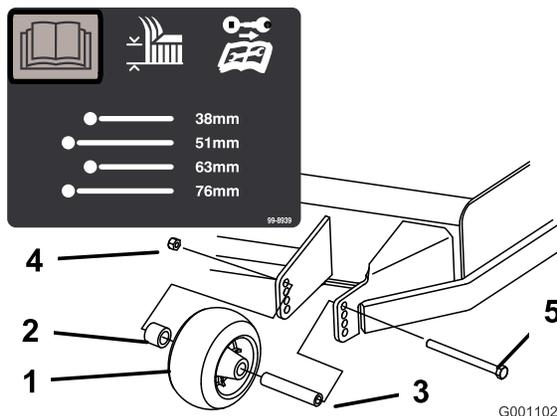
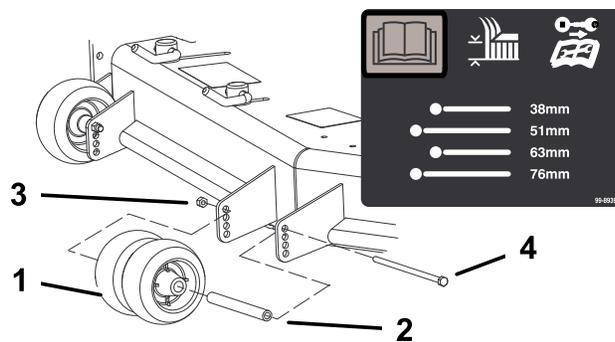
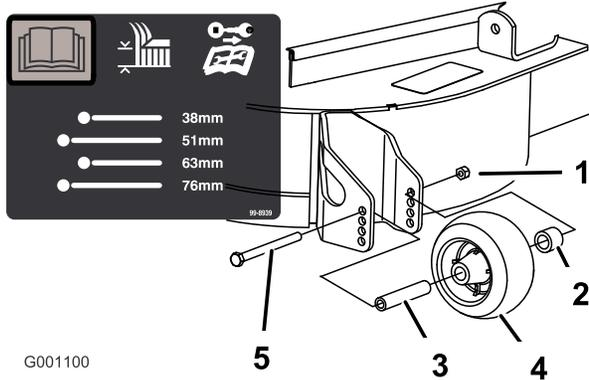

Figura 20
Figura 21
Figura 22
3. Depois de regular a altura de corte, ajuste os rolos retirando a porca flangeada, o casquilho, o espaçador e o parafuso (Figura 20, Figura 21 e Figura 22).
Nota: Os dois rolos intermédios não terão espaçador (Figura 21).
5. Coloque a porca flangeada, o casquilho, o espaçador e o parafuso. Aperte com 54–61 Nm (Figura 20, Figura 21 e Figura 22).